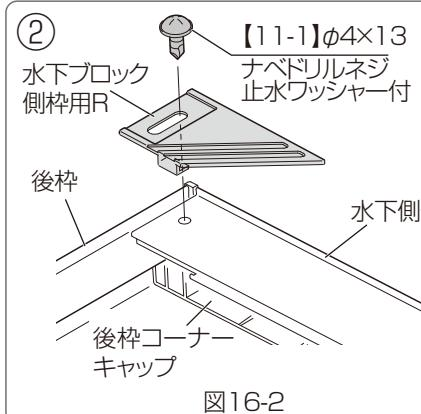

図16-2
- ②水下ブロック側枠用と一緒に水下側側枠を【11-1】で後枠側から取り付けてください。(図16-2)